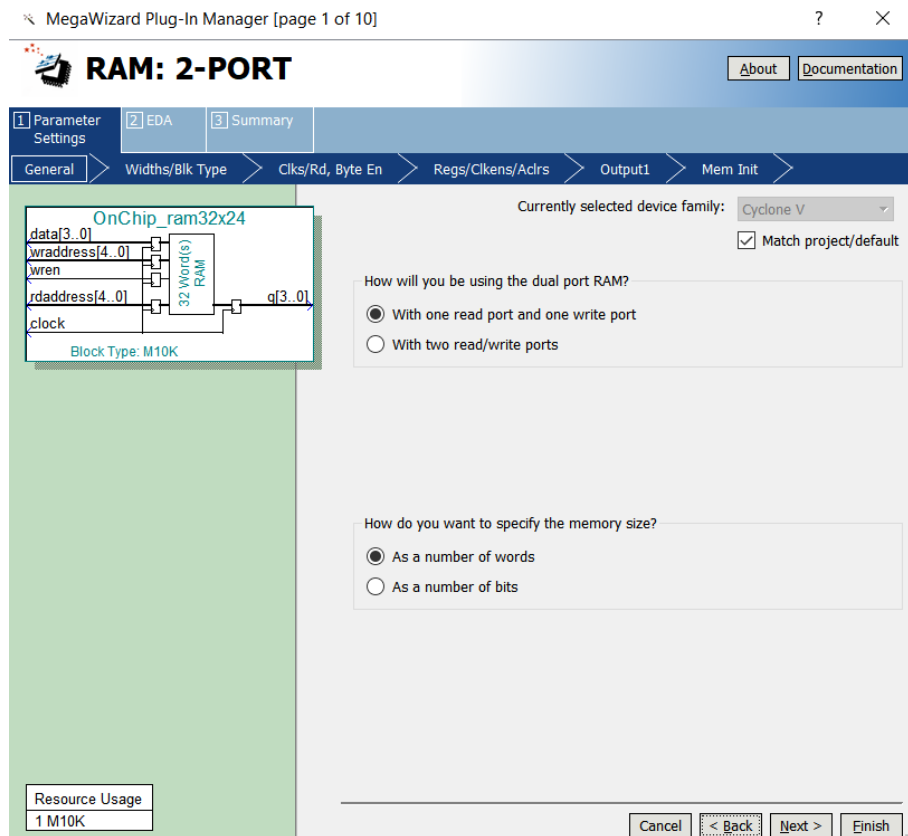

Fig 5 : Configuration des deux ports d'entrée de la RAM.
1. Créer un nouveau projet Quartus pour le circuit. Pour générer le module mémoire souhaité, ouvrir **IP Catalog** et sélectionner le module **RAM : 2-PORT** dans la catégorie **Basic Functions > On Chip Memory**. Comme le montre la figure 5, choisir **With one read port and one write port** dans la catégorie intitulée **How will you be using the dual port ram?**